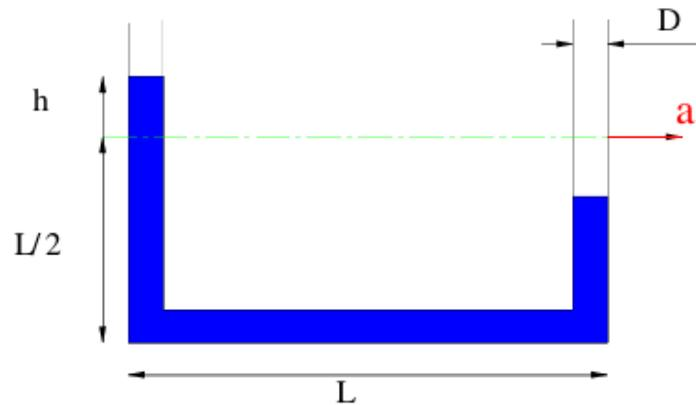

Figura 3: Tubo en U acelerado
4. La figura 3 muestra el esquema de un acelerómetro muy sencillo y barato. Consta de un tubo en forma de U que contiene un líquido de densidad ρ ; las variaciones del nivel constituyen una medida de la aceleración a . Obtener la relación entre h y a suponiendo que $D \ll L$. ¿Pueden hacerse las marcas en el tubo en forma de múltiplos lineales de a ? Comente las principales desventajas de este diseño.